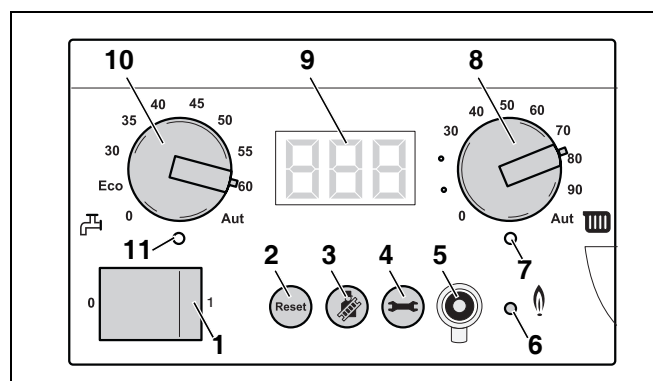

Fig. 55 Basiscontroller BC10
Med panelafbryderen (fig. 55, **pos. 1**) kan kedlen tændes og slukkes.
Hvis der opstår en fejl, kan det være nødvendigt at genstarte kedlen ved hjælp af tasten "Reset" (fig. 55, **pos. 2**).
Med "skorstensfejer"-tasten (fig. 55, **pos. 3**) kan kedlen indstilles til røggastest, servicedrift og manuel drift.
Under skorstensfejerdrift, servicedrift og manuel drift gælder en maksimal varmtvandstemperatur, som svarer til indstillingen for drejeknappen "Maksimal varmtvandstemperatur" (fig. 55, **pos. 8**) på Basiscontroller BC10.
- Begræns den maksimale kedeltemperatur med drejeknappen "maksimal kedeltemperatur" (fig. 55, **pos. 8**) til den tilladte fremløbstemperatur for gulvvarmekredsen (for det meste maksimalt 40 °C).
Med tasten "Statusindikator" (fig. 55, **pos. 4**) kan den aktuelle kedeltemperatur, det aktuelle anlægstryk osv. vises på displayet.